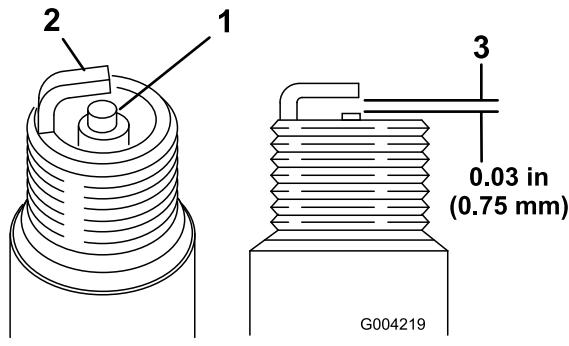

Bild 35
1. Sehen Sie sich die Mitte der Zündkerzen an (Bild 35). Wenn der Kerzenstein hellbraun oder grau ist, ist der Motor richtig eingestellt. Eine schwarze Schicht am Kerzenstein weist normalerweise auf einen schmutzigen Luftfilter hin.
2. Prüfen Sie den Abstand zwischen den mittleren und seitlichen Elektroden (Bild 35).
3. Verbiegen Sie die seitliche Elektrode (Bild 35), wenn der Abstand nicht stimmt.